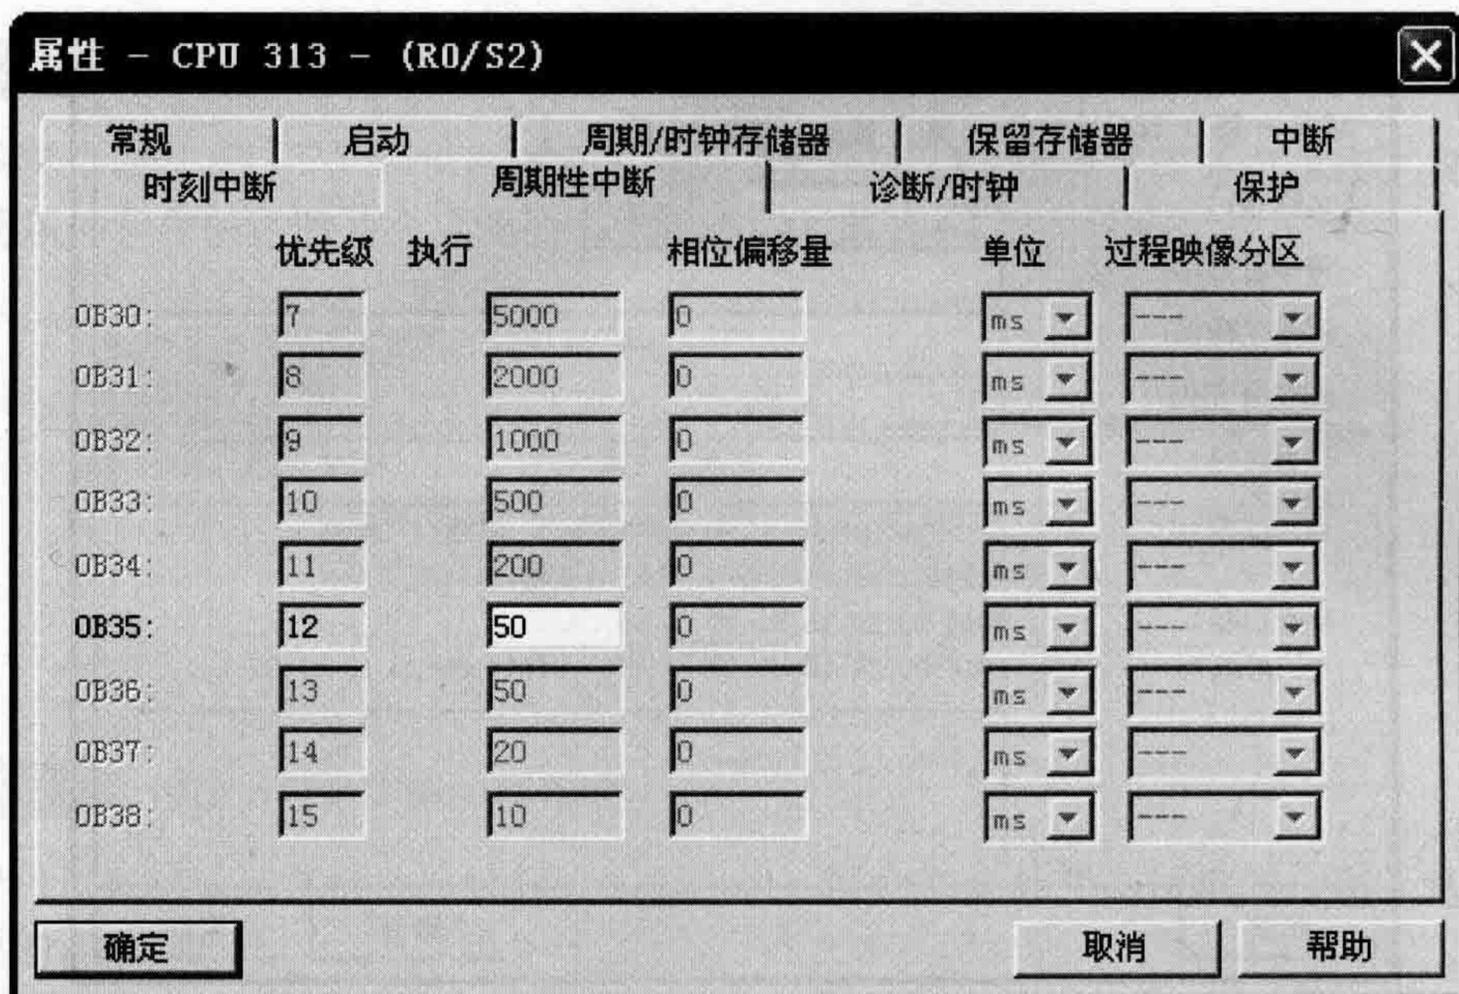

图 1-11 将循环中断 OB35 的执行时间设置为 50ms
(2) 设置 OB35 的执行时间。双击打开 SIMATIC 300 站，再双击【Hardware】，添加 CPU 313 后，双击 CPU 打开【属性】对话框，激活【周期性中断】选项卡，将【OB35】的循环时间修改为“50ms”，并单击【确定】按钮确认，如图 1-11 所示。